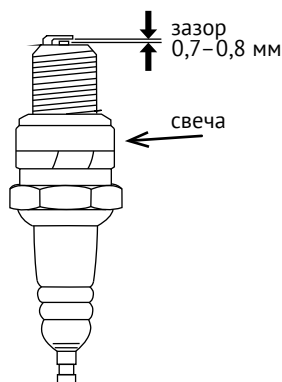

рис. 12
3. Осмотрите свечу, очистите контакты проволочной щеткой. При помощи специального щупа измерьте зазор между электродами, его величина должна составлять 0,7–0,8 мм (см. рис. 12). Регулируя положение отрицательного электрода, установите требуемый зазор.